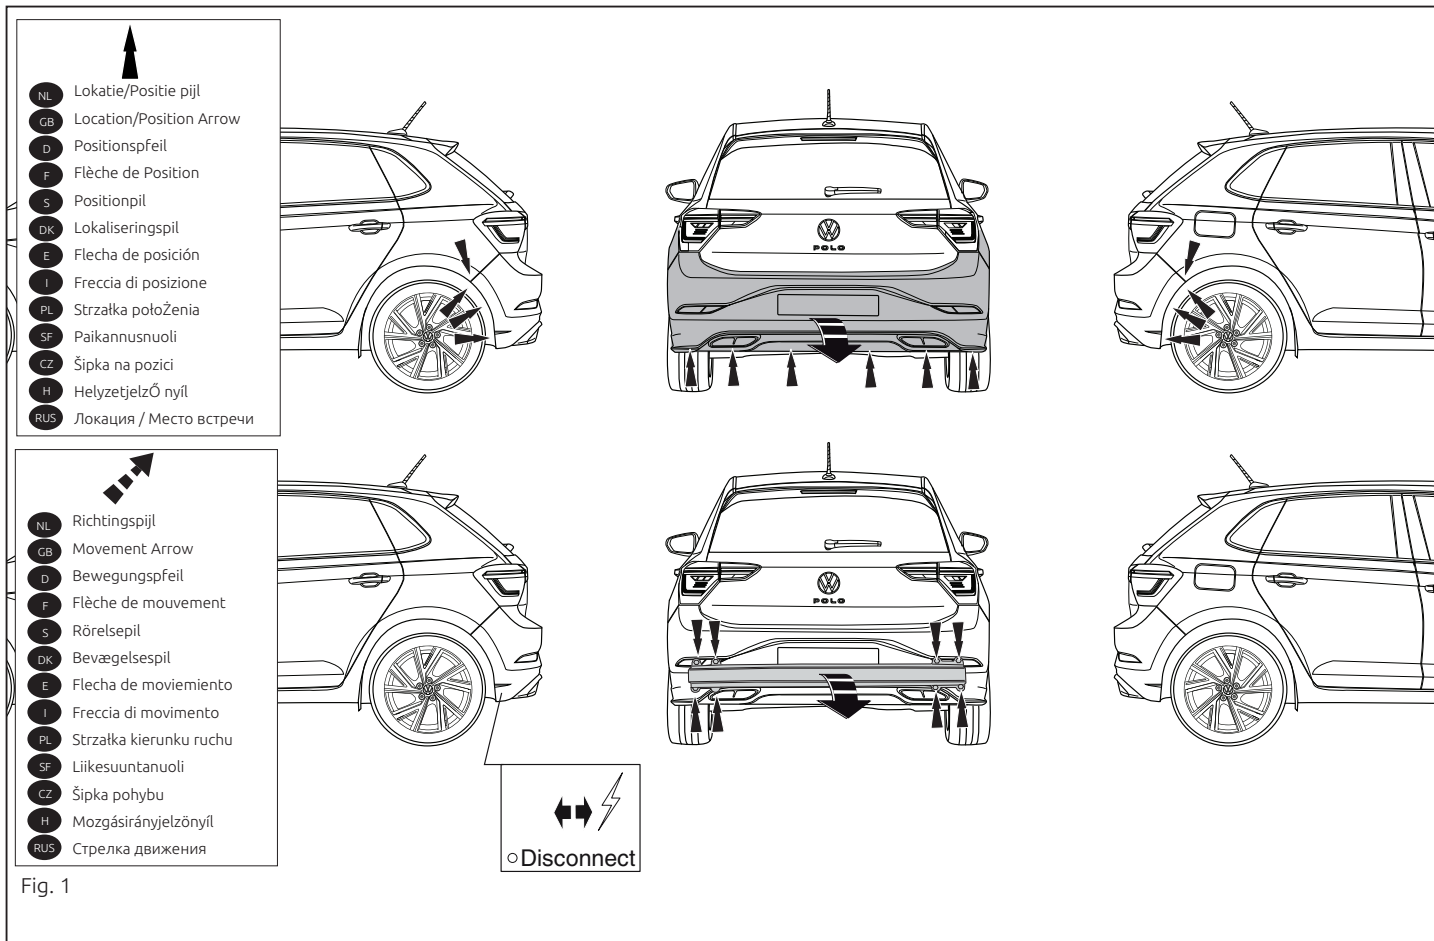

Fig. 1
2. Zdemontować z pojazdu zderzak wraz ze belką zderzakową, belka zderzakowa nie będzie ponownie używana. Zderzak ponownie śruby i nakrętki. Patrz rysunek 1.
2. Снять бампер вместе со буферным брусом автомобиля. Буферный брус больше не понадобится. См. рисунок 1.